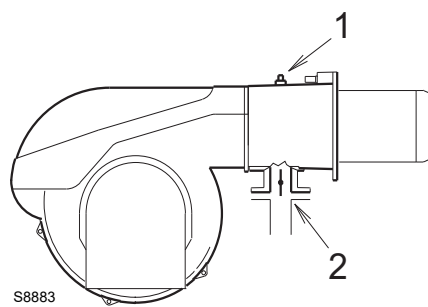

Рис. 24
Давление газа, измеряемое на штуцере 1) (Рис. 24), с:
Потеря давления на дроссельном газовом клапане 2) (Рис. 24) при максимальном открытии: 90°.
- Отнимите из давления газа на штуцере 1) (Рис. 24) давление в камере сгорания.
Давление газа на штуцере 1) (Рис. 24) = 16,9 мбара
Для того, чтобы узнать давление газа, необходимое на штуцере 1) (Рис. 24), определив максимальную мощность модуляции, при которой должна работать горелка:
- Посмотреть справа в колонке 1 давление на штуцере 1)(Рис. 24).
необходимое давление на штуцере 1)(Рис. 24).